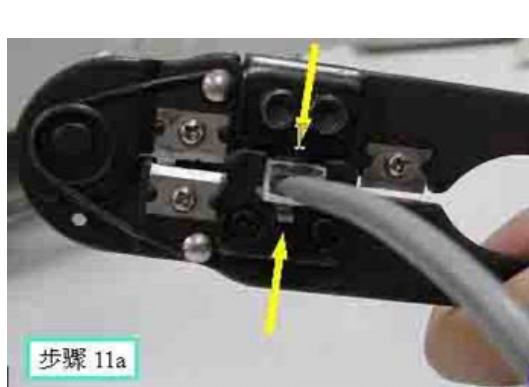

图 13 用力(一下子)压紧线头
11. 打线，用力将压线钳压到极限位置，如图 13、14 所示。注意：压线时是一下子压紧（用力刺破），而不是反复用力（揉挤），压到极限位置才能听到压线钳‘咔嗒’一声提示。